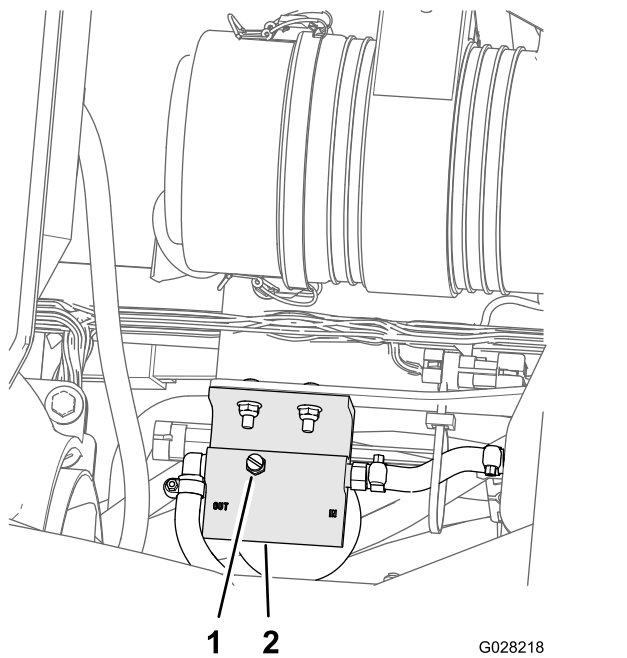

图 75
- 松开燃油/水分离器顶部的排气塞 图 75。
7. 拧紧排气塞然后将启动开关转至“关闭”位置图 75。